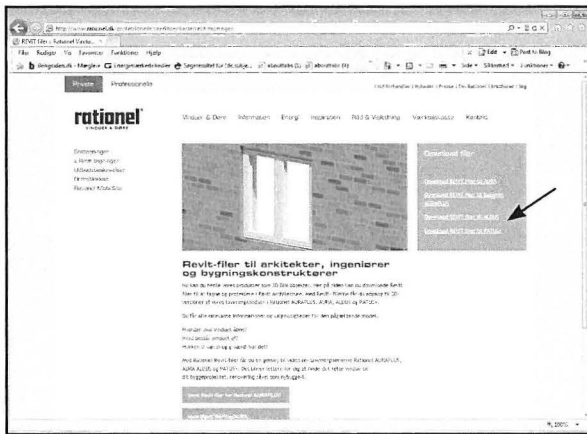

Fig. 08.22. Download Revit filer.
- Klik på Download REVIT filer til ALDUS (Fig. 08.22).